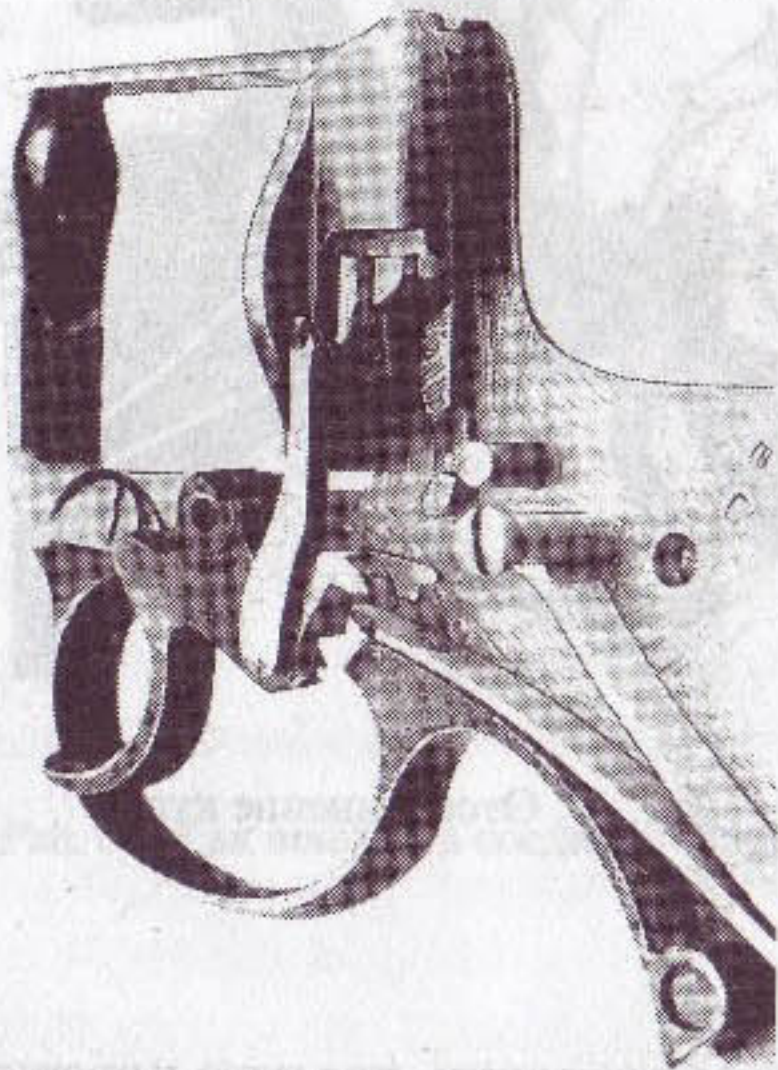

Рис. 69. Отсоединение спускового крючка
- ◆ после этого снять с оси спусковой крючок, можно вместе с собачкой (рис. 69, 70);